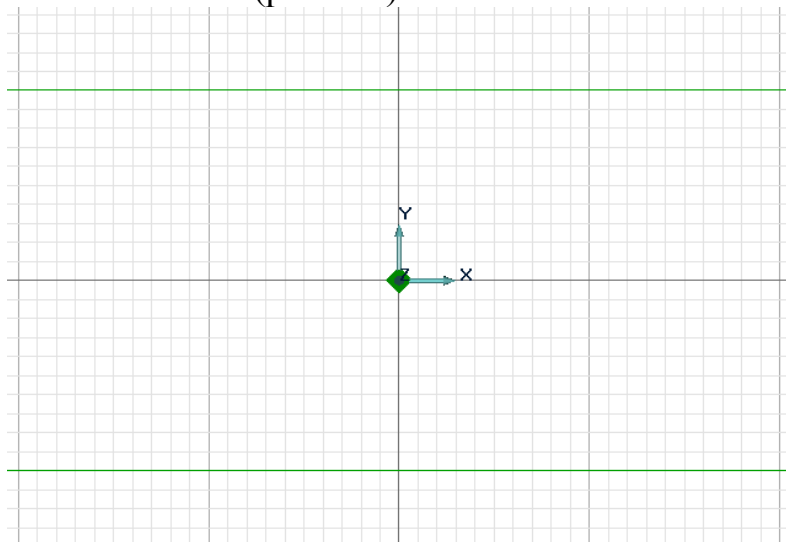

Рисунок 2.2 – Допоміжні побудови
7. На клавіатурі натисніть двічі клавішу 2 і натисніть на клавішу <L>, і натисніть «ОК» або <Enter> (рис. 2.2).